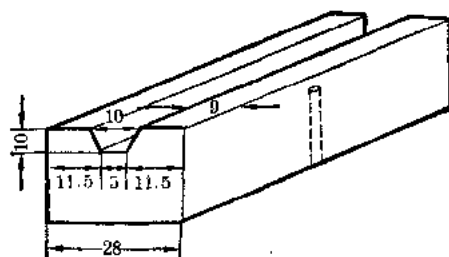

图 2
2. 在木块上面开一个凹槽, 凹槽面宽 10 毫米, 底宽 5 毫米(图 2)。便于把桨柄放入, 凹槽开法可先把木块表面画好
直线，侧面也画好凹槽端面形状的线，然后用钢锯照直线锯两条槽，再用小凿子凿或用槽刨刨，用砂皮纸砂光，高度如图 2。